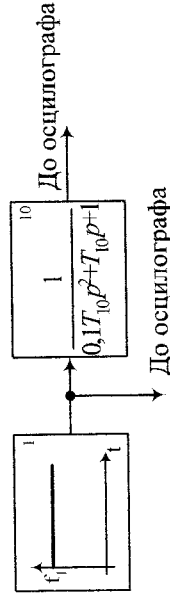

Рис. 3
3. Зібрати модель коливальної ланки за схемою, що зображена на рис. 3.